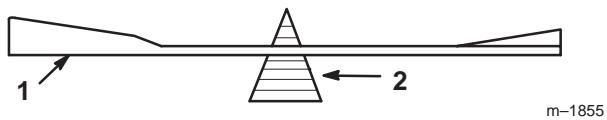
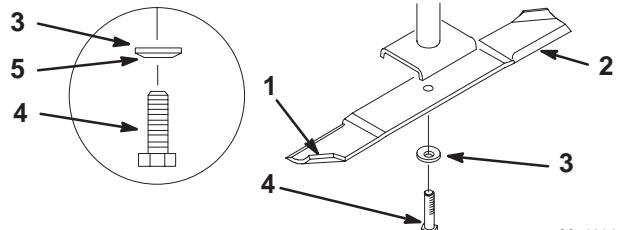

Figure 33
Figure 34
1. Tenez la lame à son extrémité avec un chiffon ou un gant épais. Retirez le boulon, la rondelle élastique et la lame de l'axe de la lame (Fig. 34).
2. Vérifiez l'équilibre de la lame en la plaçant sur un équilibrEUR (Fig. 33). Si la lame reste horizontale, elle est équilibrée et peut être utilisée. Si la lame est déséquilibrée, limez un peu l'extrémité de la partie incurvée seulement (Fig. 34). Répétez la procédure jusqu'à ce que la lame soit équilibrée.
1. Placez la lame sur l'axe (Fig. 34).
2. Installez la rondelle élastique et le boulon de la lame (Fig. 34). **Serrez le boulon de la lame à 115–150 Nm (85–110 pieds-livre).**